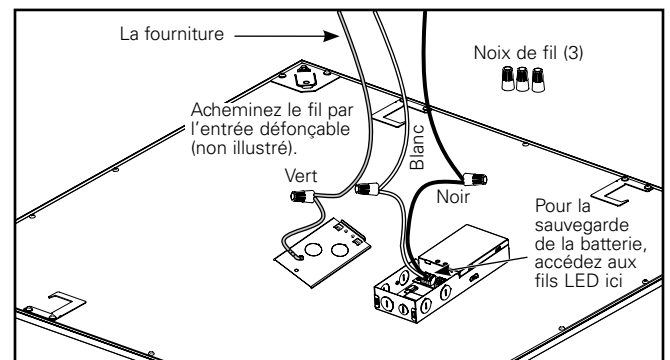

Figure 5.
7. Utilisez une entrée défonçable pour acheminer le câble d'alimentation. Utilisez les trois capuchons de connexion fournis pour raccorder le fil de mise à la terre au câble d'alimentation vert, le câble noir (Li11ne) au câble d'alimentation noir et le câble blanc (neutre) au câble d'alimentation blanc. (Figure 5.)
Remarque: Cet appareil est compatible avec les systèmes de batterie de secours, notamment les Surelites EBPLED7W et EBPLED14W. Si vous utilisez un système de batterie de secours, retirez la plaque de protection du pilote pour accéder aux fils de charge des voyants et suivez les instructions de câblage de la batterie de secours (Figure 5). Assurez-vous que la plaque de protection du conducteur est réinstallée après le câblage.